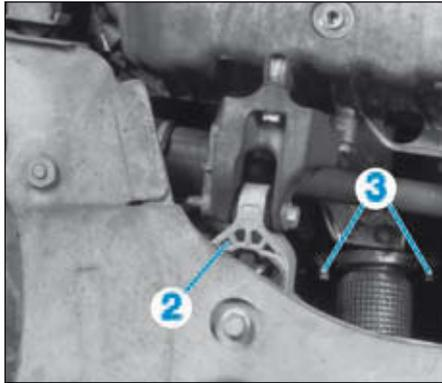

FIG.44
- la biellette de reprise de couple inférieure (2) (Fig.44),
- les vis de fixation du catalyseur sur le turbocompresseur (3),